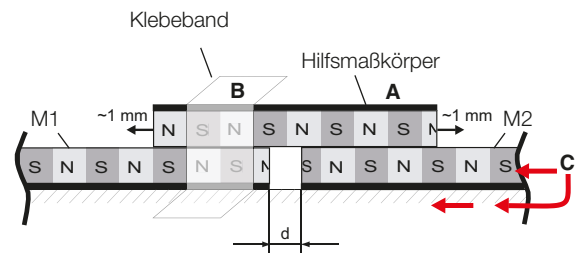

Bild 4-9: Anzufügender Maßkörper M2 unter dem Hilfsmaßkörper, $d = 4-10$ mm
3. Den Hilfsmaßkörper umgekehrt auf den Maßkörper M1 legen. Der Hilfsmaßkörper wird dank der magnetischen Kräfte vom Gegenpol darunter angezogen und *rastet ein* (Bild 4-9). Um die Position mit der maximalen Anziehungskraft zu finden, den Hilfsmaßkörper etwa um 1 mm in die eine und in die andere Richtung verschieben, bis die maximale Anziehung spürbar ist. Den Hilfsmaßkörper in dieser Position z. B. mit Klebeband fixieren.
4. Den Anfang des zweiten Maßkörpers M2 unter den Hilfsmaßkörper bis in die Nähe des Maßkörpers M1 schieben und magnetisch *einrasten* lassen (Bild 4-9). Genügend Abstand (d) zu M1 lassen, z. B. 4–10 mm.